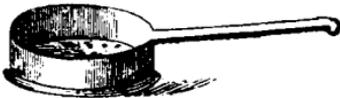

Рис. 126.
*Дуршлагъ* (рис. 126). Стѣнки дуршлага дѣлаютъ изъ полоски жести, длиною въ 12 сантиметровъ ( $2\frac{3}{4}$  вершка) и шириною въ  $1\frac{1}{2}$  сантиметра (около  $\frac{5}{8}$  дюйма). При выпиливаніи боковой стѣнки оставляютъ еще узкую длинную полоску, отходящую подъ прямымъ угломъ отъ одной изъ длинныхъ сторонъ стѣнки. Эту полоску загибаютъ въ видѣ ручки. Стѣнку свертываютъ кольцомъ и скрѣпляютъ двумя зубцами, про-